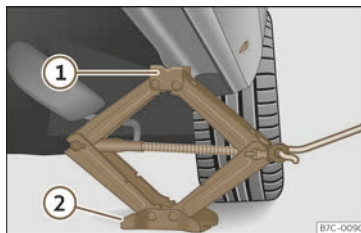

Abb. 255 Längsträger: Wagenheber ansetzen.
- Drehen Sie die Kurbel des unter dem Aufnahmeplatz des Längsträgers befindlichen Wagenhebers, bis sich die Nase (1) >>> (Abb. 255) unter der vorgesehenen Einföhrung befindet.
- Richten Sie den Wagenheber so aus, dass sein Aufnahmehorn (1) in die dafür vorgesehene Aufnahme am Längsträger „greift“ und die bewegliche Grundplatte (2) plan auf dem Boden aufliegt. Die Bodenplatte (2) muss sich dabei senkrecht unter dem Aufnahmeplatz (1) befinden.